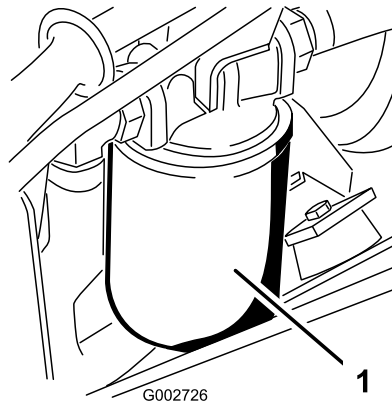

图 46
4. 在位于机器左侧的液压油过滤器下方放置一个放油盘图 46。
7. 安装新液压滤芯通过用手旋转新液压滤芯图 46 直至垫片接触滤头 然后再将滤芯旋转 3/4 圈。